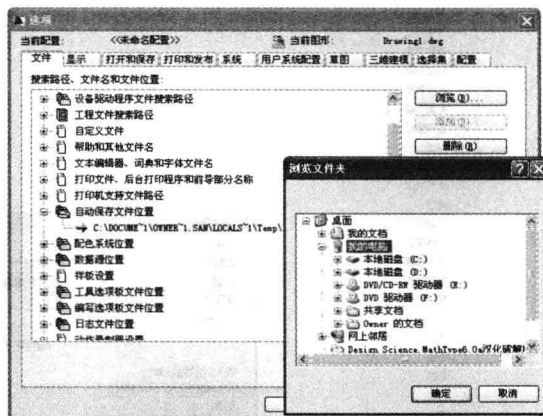

图 1-5 “文件”选项卡
(4) 在“文件安全措施”中的“临时文件的扩展名”输入框中，可以改变临时文件的扩展名，默认为 .ac\$.
(5) 打开“文件”选项卡，在“自动保存文件”中设置自动保存文件的路径，单击“浏览”按钮修改自动保存文件的存储位置，如图 1-5 所示。
(6) 单击“确定”按钮。